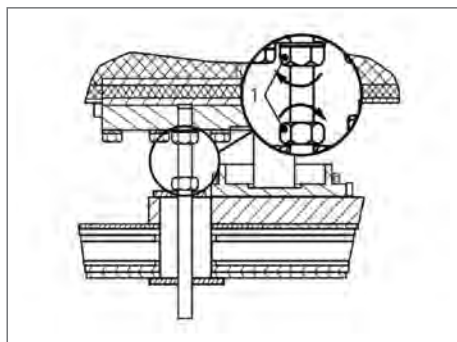

Fig. 75
4. Una la llave a ambas tuercas (Fig. 75 | 1) y gírelas en un movimiento contrarrotativo (Fig. 75 | flecha) para elevar el Palletank®.